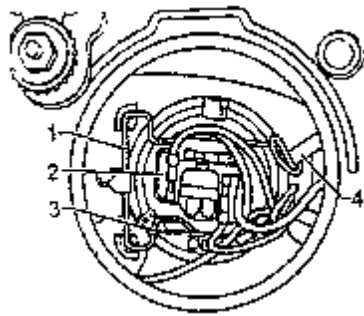

图 11-58 更换远光或雾灯的远光灯泡或双丝灯泡
- ①拆除前大灯背面上小罩盖。如图 11-58 所示。
- ②拔出远光灯泡或双灯丝灯泡的插头 2。
- ③经过定位销 4 旋压弹簧丝夹（弹簧丝 U 形螺栓），并且把它翻转到侧面。
- ④从反射罩中取出双灯丝灯泡。换上新的的远光灯泡，使摩擦盘圆片上的定位销位于反射罩上的凹槽中。